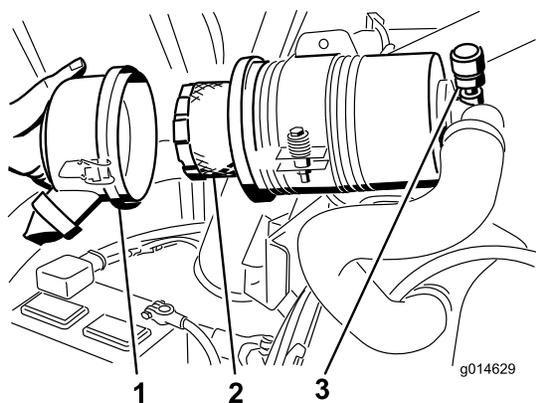

Рисунок 50
3. Снимите и замените фильтр (Рисунок 50).